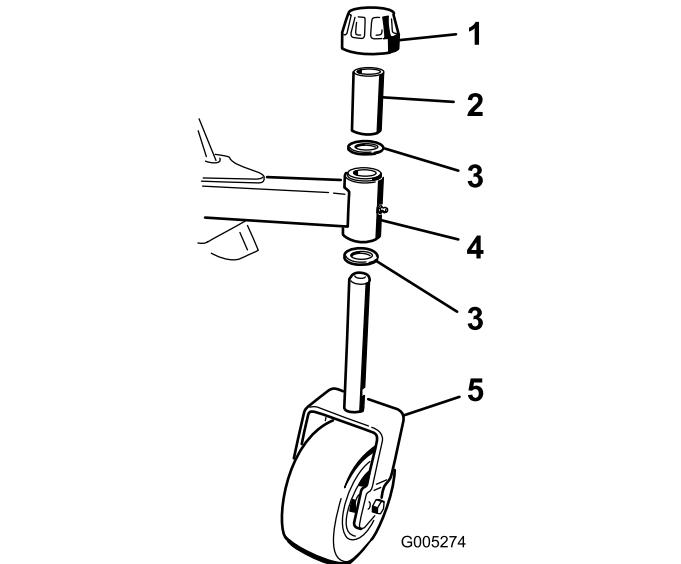

Figura 3
- Retire a tampa de fixação do eixo do fuso da roda giratória (Figura 3). Deslize o espaçador e a anilha de encosto para fora do eixo do fuso. Deixe uma anilha de encosto no eixo.
eixo do fuso e instale a tampa de fixação para prender o conjunto (Figura 3).